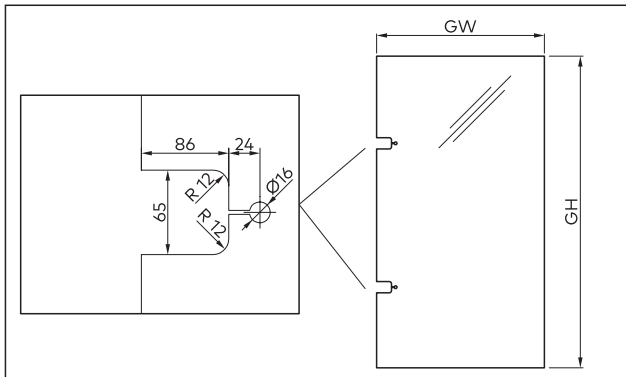

Abb. 7 Glasbearbeitungen für die Wandbefestigung mit aufliegender Montageplatte
2. Die Maße der Glasbearbeitung prüfen (Abb. 7).